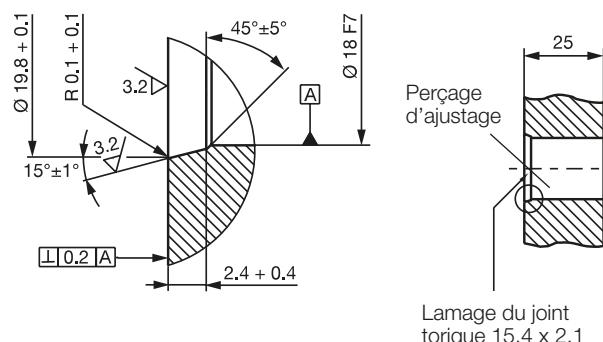

Fig. 4-3 : Perçage d'ajustage pour le montage du BTL avec joint torique
**Perçage d'ajustage :** la surface d'appui du boîtier BTL doit parfaitement couvrir la surface de réception. Le joint torique adéquat doit parfaitement étanchéifier le perçage, cela signifie que le lamage du joint torique doit être réalisé conformément à la Fig. 4-3.